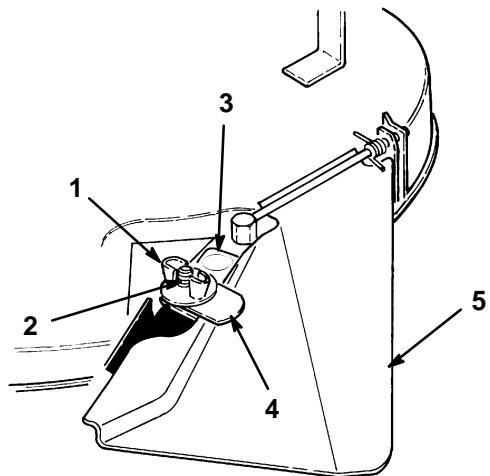

Figure 12
2. Retirer l'écrou papillon de fixation de l'obturateur d'éjection (Fig. 12) au carter de tondeuse. **NE JAMAIS RETIRER LE DEFLECTEUR DU CARTER DE TONDEUSE (Fig. 12).**